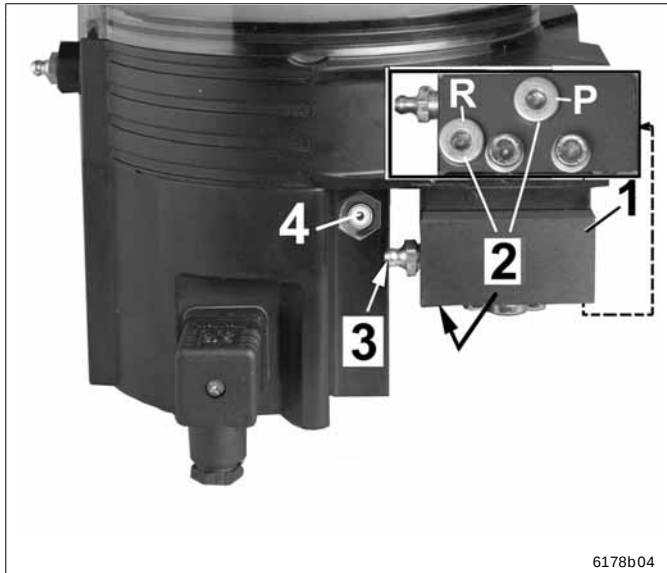

Abb. 6-3 QLS 401 ohne angebautes SSV Verteiler mit Anschluss für externen SSV Verteiler KN QLS
- Pumpe ohne angebauten SSV Verteiler bzw. mit externem Verteiler SSV KNQLS (siehe Abb. 6-3)
- Der Näherungsschalter ist mit einem 2 m Anschlusskabel und einem Anschlusstecker versehen, der an der Steckdose 4 (Abb. 6-3) des QLS 401 angeschlossen wird.